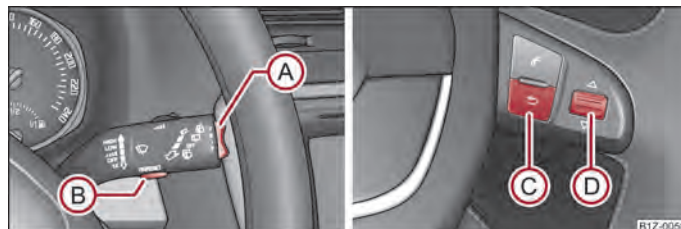

Fig. 7 Pantalla informativa: Elementos de mando en la palanca del limpiaparabrisas/elementos de mando en el volante multifunción
- El **Main menu (Menú principal)** se activa pulsando la tecla basculante **A** ⇒ fig. 7 durante más de 1 segundo.
- El **Main menu (Menú principal)** se activa pulsando la tecla basculante **C** ⇒ fig. 7 durante más de 1 segundo.